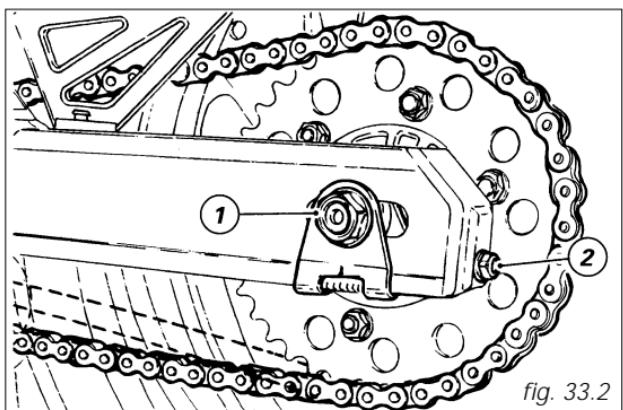

fig. 33.2
Per registrare la tensione allentare il dado (1, fig. 33.2) del perno ruota, avvitare della stessa entità in senso orario la vite (2) su entrambi i lati del forcellone per aumentare la tensione o svitare per diminuirla. In quest'ultimo caso è necessario spingere in avanti la ruota.